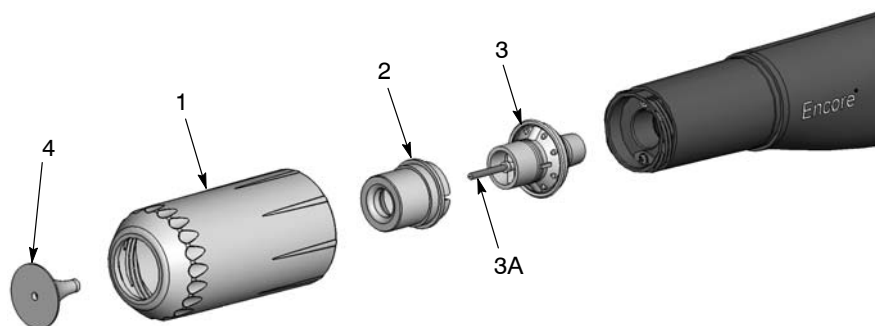

Рис. 4-2 Замена дополнительных отражателей и конических форсунок
1. См. рис. 4-2. Для замены отражателя (4) его необходимо осторожно снять с узла электрода (3). Если заменяется только отражатель, поставить новый отражатель на узел электрода, соблюдая осторожность, чтобы не погнуть провод электрода.
2. Для замены форсунки в сборе отвернуть гайку форсунки (1) против часовой стрелки.
3. Снять коническую форсунку (2) с узла электрода.